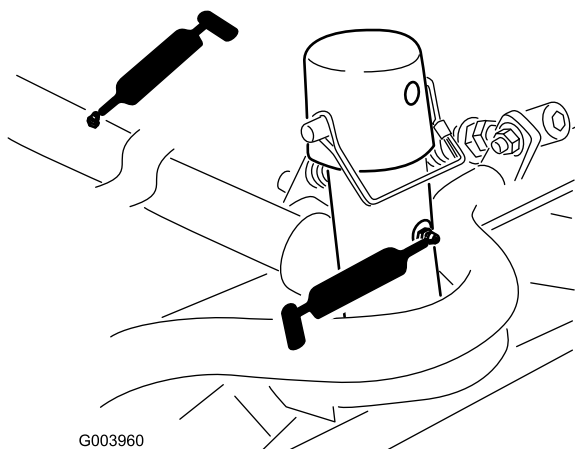

Figura 52
- Bastidor de tiro y pivote de la unidad de corte (2 en cada) (Figura 52).